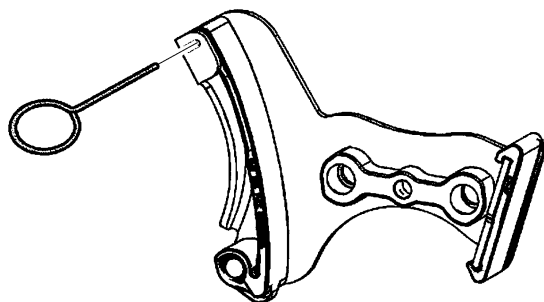

图 20-14 安装限位销
5) 压缩正时链条张紧器导轨并安装限位销，如图 20-14 所示。